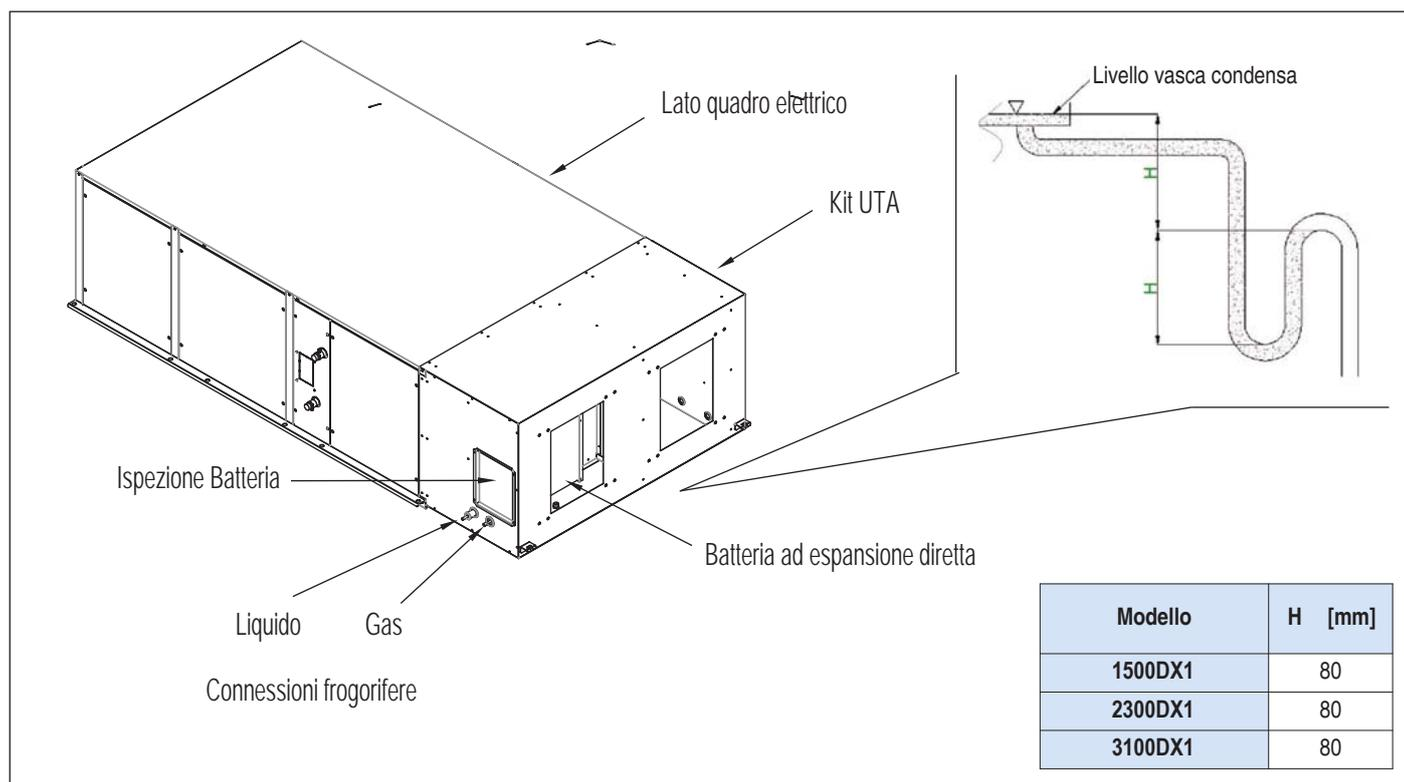

fig. 7
- Il dimensionamento e l'esecuzione dei sifoni, nel caso di vasca in depressione deve essere eseguito secondo la figura (fig. 7) e la ta- bella seguenti.